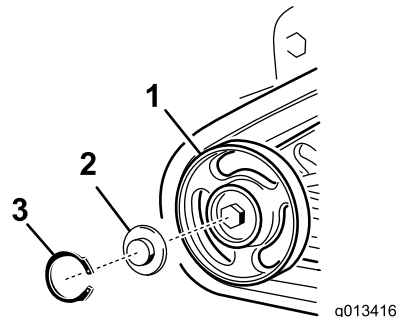

Figure 49
4. Déposez le circlip et le chapeau d'un galet de roulement (Figure 49).
5. Vérifiez la graisse sous le chapeau et autour du joint (Figure 49). Si elle est encrassée, granuleuse ou en quantité insuffisante, enlevez toute la graisse, remplacez le joint et ajoutez de la graisse neuve.
7. Placez le chapeau de galet de roulement sur la tête du boulon (Figure 49).
8. Fixez le chapeau avec le circlip (Figure 49).